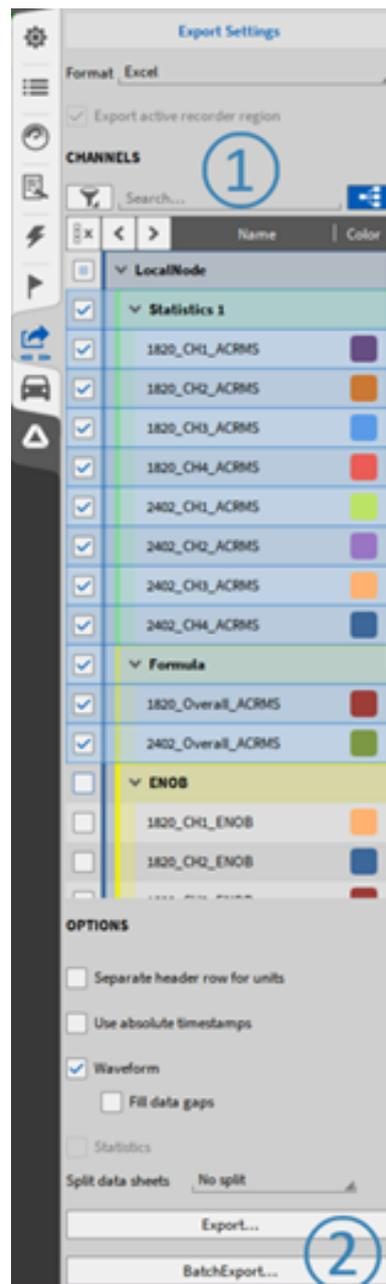
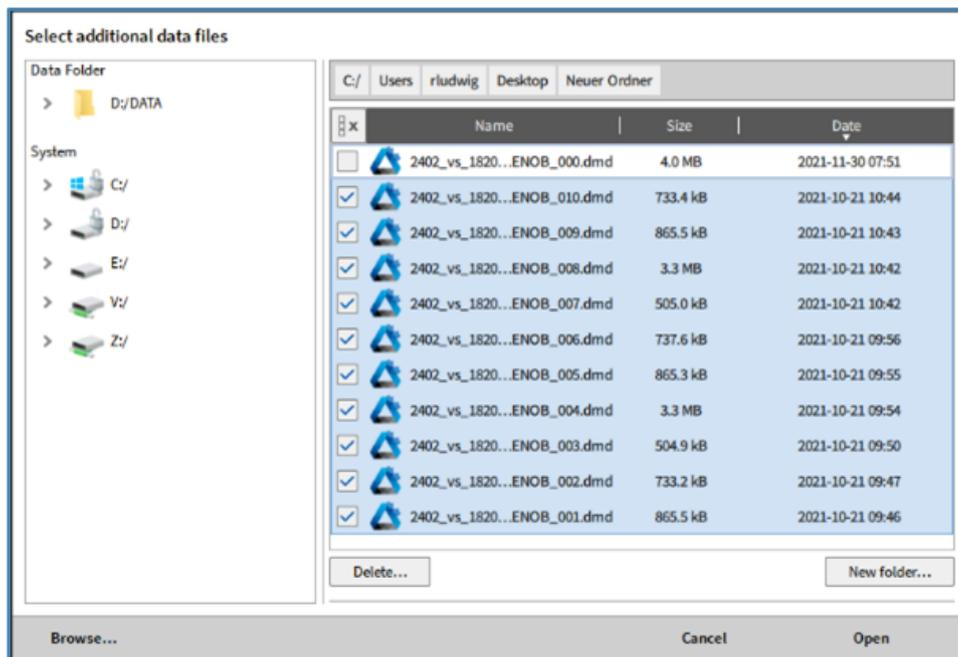

Abb. 11.22: Export-Menü
Abb. 11.23: Popup-Fenster zur Auswahl zusätzlicher *.dmd-Dateien für den Export
Die Batch-Export-Option von OXYGEN bietet die Möglichkeit, mehrere *.dmd-Dateien nacheinander mit den gleichen Exporteinstellungen automatisch zu exportieren. Öffnen Sie dazu die erste *.dmd-Datei, die exportiert werden soll, und gehen Sie in das Export-Menü (siehe Abb. 11.22).
Wählen Sie das gewünschte Exportformat (einschließlich der einzelnen Optionen) und die zu exportierenden Kanäle aus (siehe ① Abb. 11.22). Drücken Sie als nächstes die Schaltfläche *Batch Export* (siehe ② Abb. 11.22). Es öffnet sich ein Popup-Fenster, in dem der Benutzer andere *.dmd-Dateien auswählen kann, deren Daten mit den gleichen Exporteinstellungen exportiert werden sollen, die für die erste Datei ausgewählt wurden (siehe Abb. 11.23). Nachdem Sie alle gewünschten Dateien ausgewählt haben, drücken Sie *Open*.